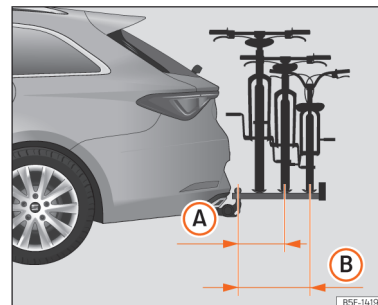

Abb. 199 Schematische Darstellung des maximalen Überstands der Ladung in einem Fahrradträger für zwei oder drei Fahrräder.
» » [Abb. 199] (A) Bei Fahrradträgern für drei Fahrräder dürfen 700 mm » » [Abb. 199] nicht überschritten werden (B).